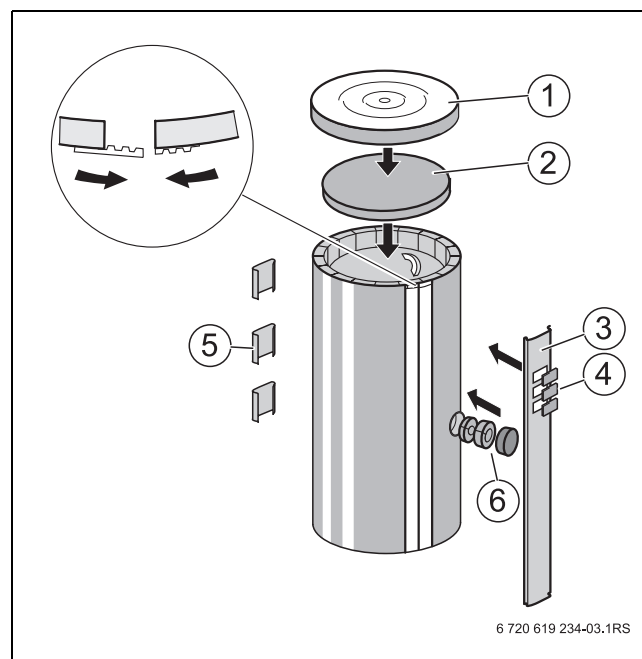

Bild 9 Verkleidung montieren
- ▶ Verschlussleiste gegen unbeabsichtigtes Öffnen durch Einrasten der kurzen Verschlüsse sichern (→ Bild 9, [5]).
- ▶ Verschluss (→ Bild 9, [3]) an der Vorderseite über die Verschlussleiste der Wärmeschutzmatte drücken.
- ▶ Abdeckung (→ Bild 9, [4]) in den Ausschnitt drücken.
- ▶ Obere Wärmeschutzscheibe (→ Bild 9, [2]) so einlegen, dass die Wärmeschutzscheibe mit der Wärmeschutzmatte abschließt.
- ▶ Speicherhaube (→ Bild 9, [1]) über die Wärmeschutzscheibe und den Rand der Wärmeschutzmatte stülpen.